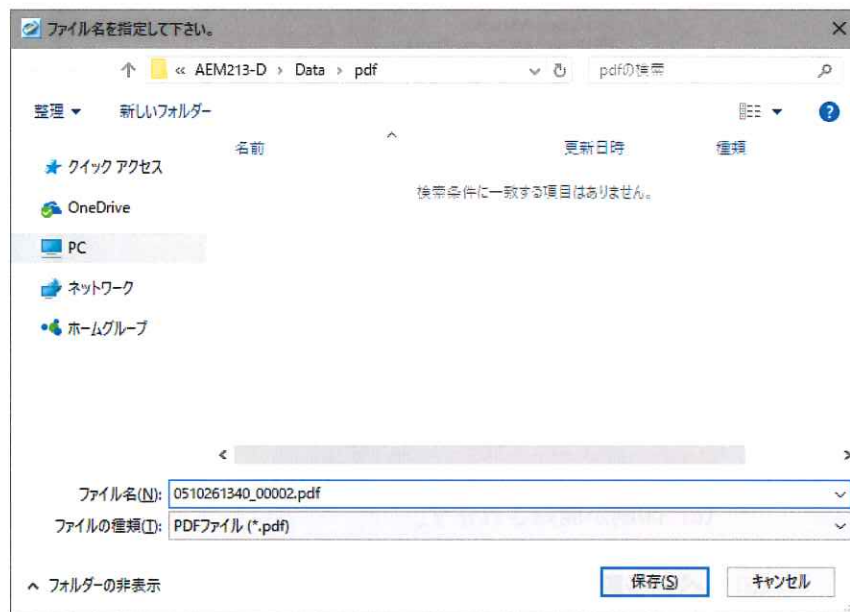

図 4.32 出力先を指定
- (b) 保存ダイアログで出力先とファイル名を入力してください。(図 4.32)